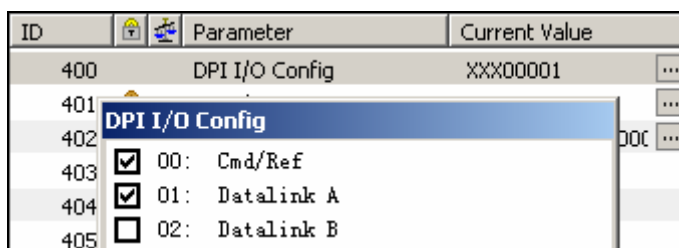

图 4-37 打开 DataLink A
- 参数 400 [DPI I/O Cfg]（DPI I/O 组态）设置为 00011,目的是使能 Logic Command/Reference 和 DataLinkA，如图 4-37 所示。